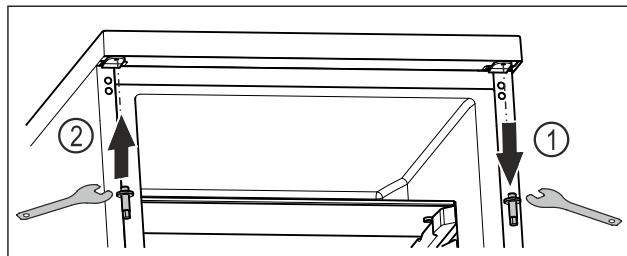

Fig. 19
- Відкрутіть верхній болт за допомогою шестигранного ключа. Fig. 19 (1)
- Затягніть болт із протилежного боку за допомогою шестигранного ключа. Fig. 19 (2)